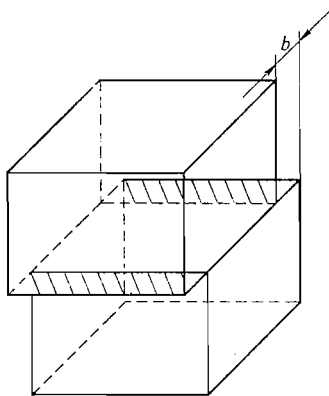

图 19-2 第三题第 1 小题解答图
(1) 位错线 ab 和位错线 cd 的方向矢量都和其柏氏矢量 \mathbf{b} 垂直，故它们属于刃型位错；而位错线 bc 和位错线 da 的方向矢量都和其柏氏矢量 \mathbf{b} 平行，故它们属于螺型位错。
(2) 位错环 $abcd$ 全部移出晶体后，晶体会产生宽度为一个柏氏矢量的滑移量，所产生变形的方向与切应力 τ 的方向一致，如图 19-2 所示。